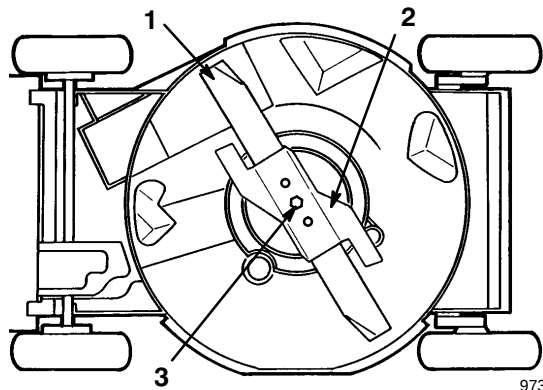

Abbildung 23
4. Den Rasenmäher auf die linke Seite kippen (Abb. 23).
Das Ende des Schnittmessers mit einem Lappen oder einem dick gepolsterten Handschuh fassen. Schnittemmerschraube, Sicherungsscheibe, Beschleuniger und Schnittmesser entfernen (Abb. 23).